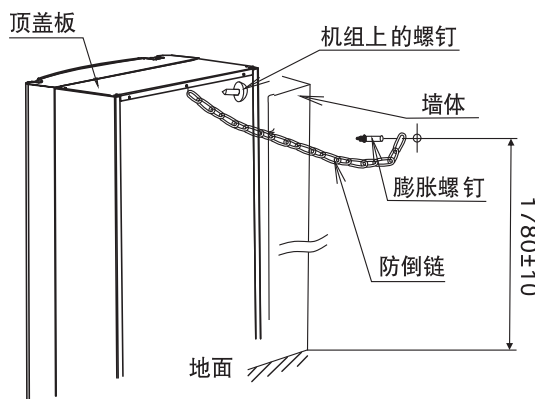
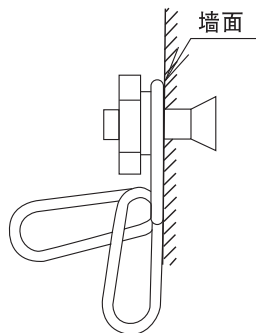
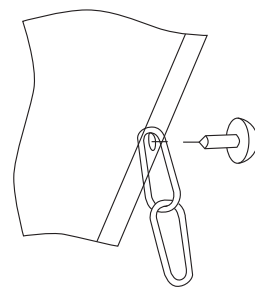

图23
图24
图25
- 为了防止室内机组因意外情况而倾倒，请安装防倒链（见图23）。安装时先从室内机取出防倒链组件，在墙体上相应位置埋入膨胀螺丝，并将防倒链大头部分套入膨胀螺丝后用螺帽拧紧。该链可根据安装环境调节长度，多余部分应留在墙面一侧（见图24）。最后利用顶盖板后部中间位置的螺钉将第一节小头部分固定在顶盖板上（见图25）。